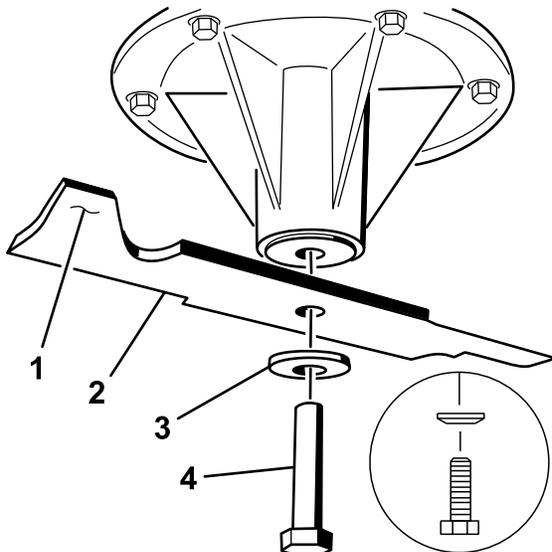

Figura 96
- Retire del eje el perno de la cuchilla, la arandela curva y la cuchilla (Figura 96).
3. Si la cuchilla no está equilibrada, rebaje algo del metal en la parte de la vela solamente con una lima (Figura 96).